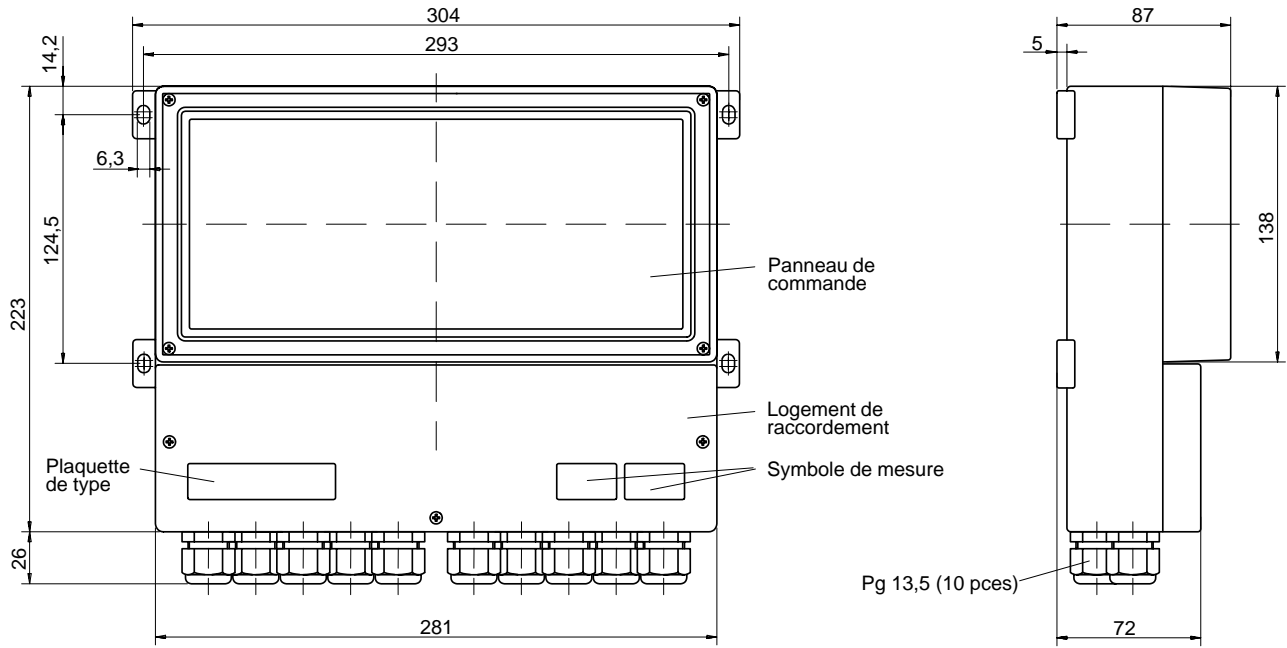

Fig. 10-1 Dessin d'encombrement du Transmetteur de pH 2500
- Le boîtier résistant aux intempéries permet un montage mural direct, dessin d'encombrement voir fig. 10-1.